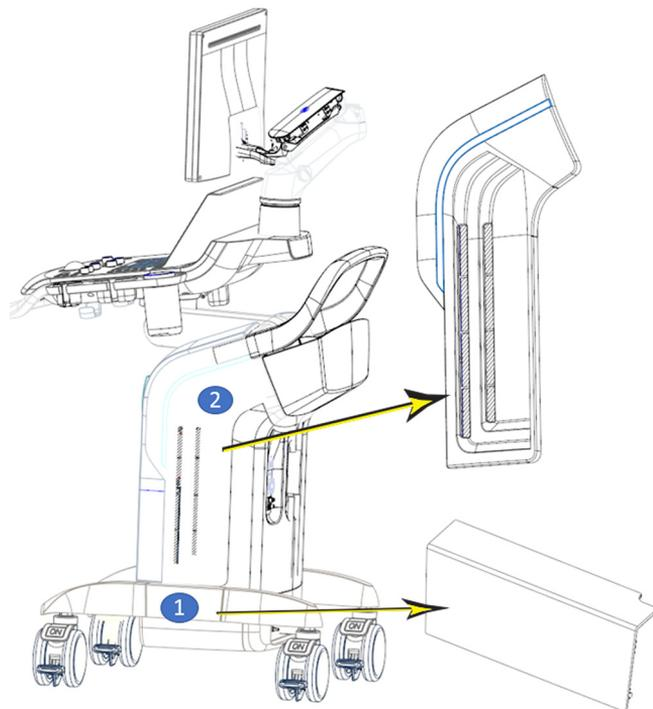

Abbildung 3-27. Abnehmen der rechten Gehäuseabdeckung
2. Nehmen Sie erst die Abdeckung und dann die rechte Gehäuseabdeckung ab. Siehe Abbildung 3-27 auf Seite 3-41.